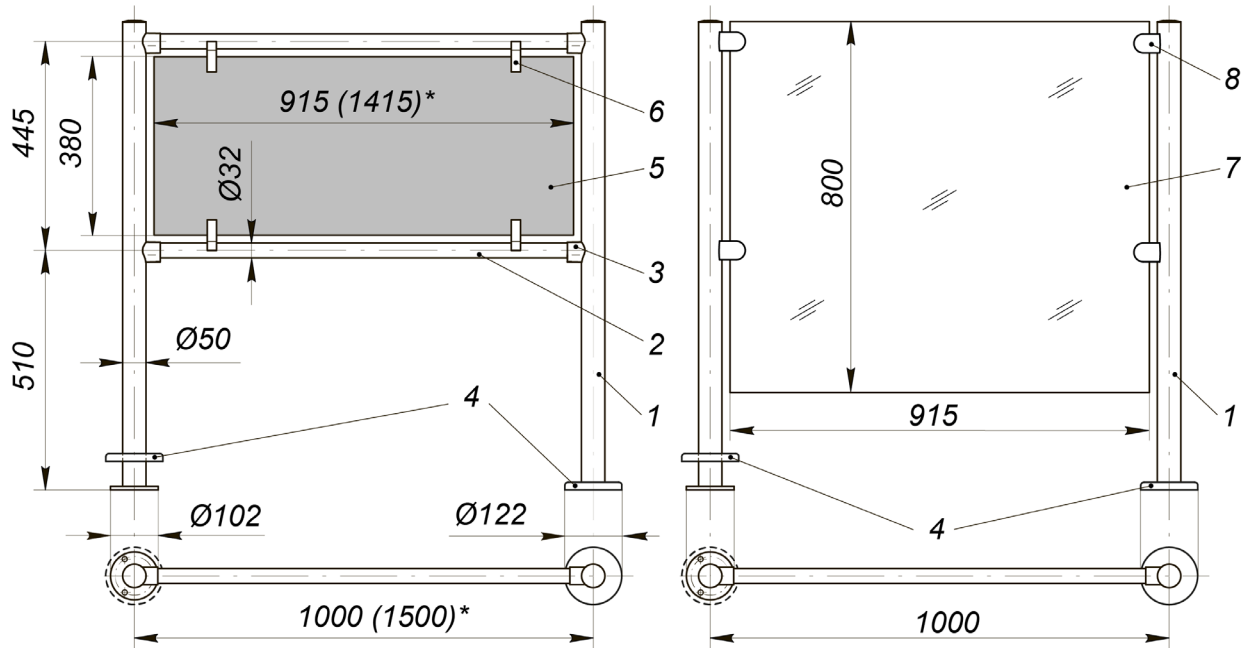

Рисунок 1. Стационарная секция ограждения с заполнением¹:
- **Стационарная секция ограждения** с заполнением (см. рис. 1) или без заполнения, предназначенная для ограничения зоны прохода или оформления интерьера. Заполнение может изготавливаться из тонированного или закаленного стекла или полимерного материала.